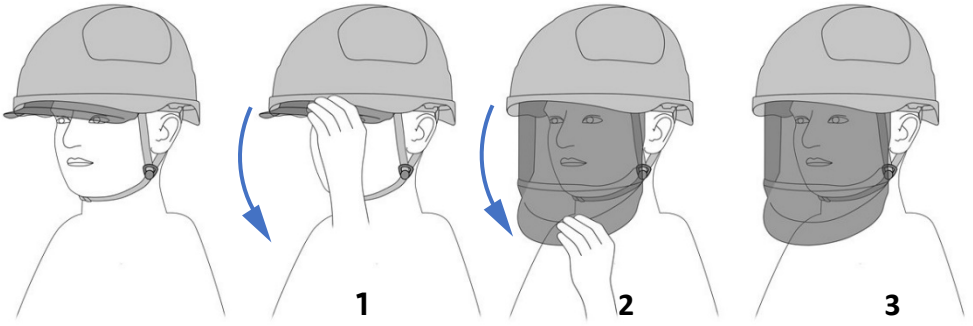

Fig. 6
1. Um den Gesichtsschutz herunterzulassen (zu öffnen) (Fig. 6), greifen Sie ihn vorsichtig an das Visier (1) und ziehen Sie ihm (2), bis er vollständig aus der Helmschale (3) herausgezogen ist.